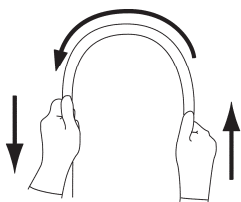

図 4
- (2)以下の部品は消耗品（修理不可能）である。本添付文書や本製品の『取扱説明書』に示す使用前点検および定期点検を実施し、点検結果により必要であれば新品と交換すること。
- (3)使用前の点検にて以下の現象が見られた場合、その部位が寿命の可能性があるので、使用しないこと。体腔内を傷付けたり、穿孔を起こしたり、体腔内に内視鏡の一部が落下するおそれがある。
- ・挿入部：挿入部を両手で持ち、全長にわたって図 4 に示すように順次半円の頂点をずらすように曲げたときに、軟らかさが不連続など、適切な軟らかさを有していない現象。